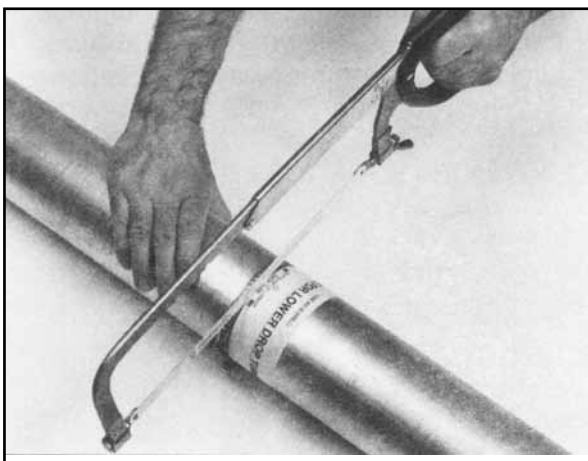

Figura 7: Serrar
7. Deslize a braçadeira fornecida sobre o tubo de descarga até que a borda exterior se alinhe com a marca feita no Passo 4. Então aperte a braçadeira. Usando a borda da braçadeira como guia, serre cuidadosamente o tubo de descarga –, rodando-o enquanto serra, para prevenir desalinhamento (veja Figura 7). Após serrar: remova a braçadeira, lime a extremidade cortada e remova todas as rebarbas.